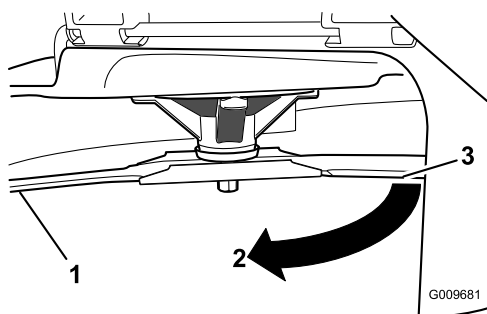

Figura 51
3. Distância medida entre a lâmina e a superfície (A)
4. Rode mesma lâmina 180 graus para que a extremidade de corte oposta esteja agora na mesma posição (Figura 51).